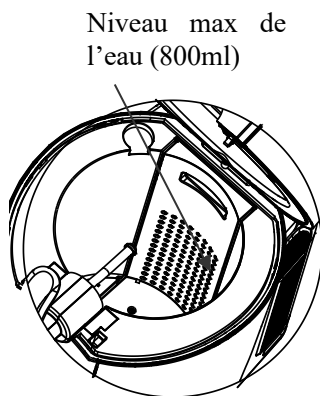

Figure 5
5. Versez 800ml d'eau dans le réservoir de réfrigération jusqu'au repère maximum (Voir figure 5) (la glacière peut fonctionner sans eau mais le résultat est moins bon).